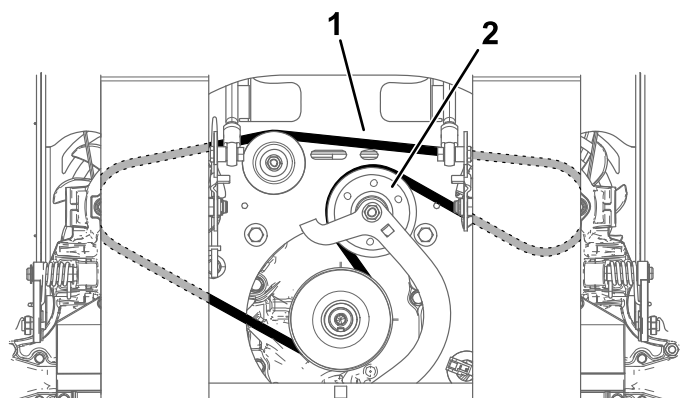

Figure 59
- 6. Déposez la courroie (Figure 59).
- 8. Posez la courroie neuve et acheminez-la autour des poulies, comme montré à la Figure 59.